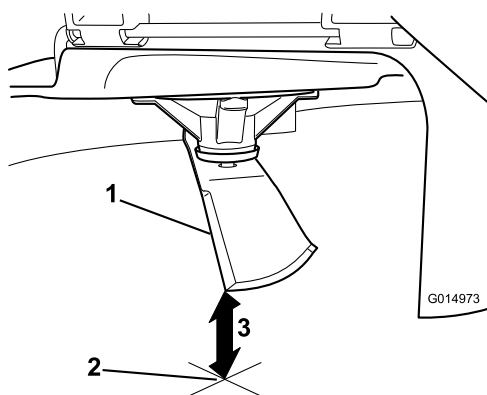

Figure 43
3. Mesurez la distance entre la pointe de la lame et la surface plane (Figure 43).